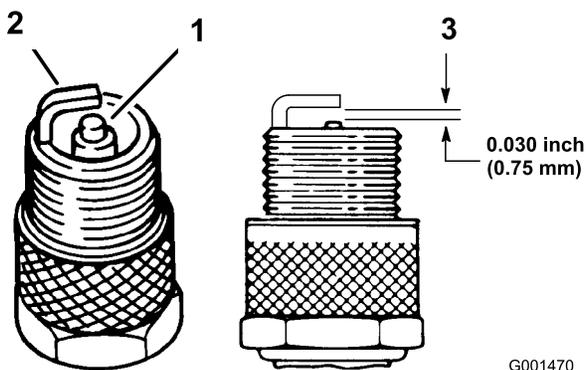

Figura 23
1. Veja a parte central das velas de ignição (Figura 23). Se verificar uma cobertura castanha ou cinzenta no isolante, o motor está a funcionar correctamente. Uma cobertura preta no isolante indica que o filtro de ar está sujo.
2. Verifique a folga entre os eléctrodos central e lateral (Figura 23). Dobre o eléctrodo lateral (Figura 23) se a folga não for a correcta.
3. Ligue os cabos às velas de ignição (Figura 23).